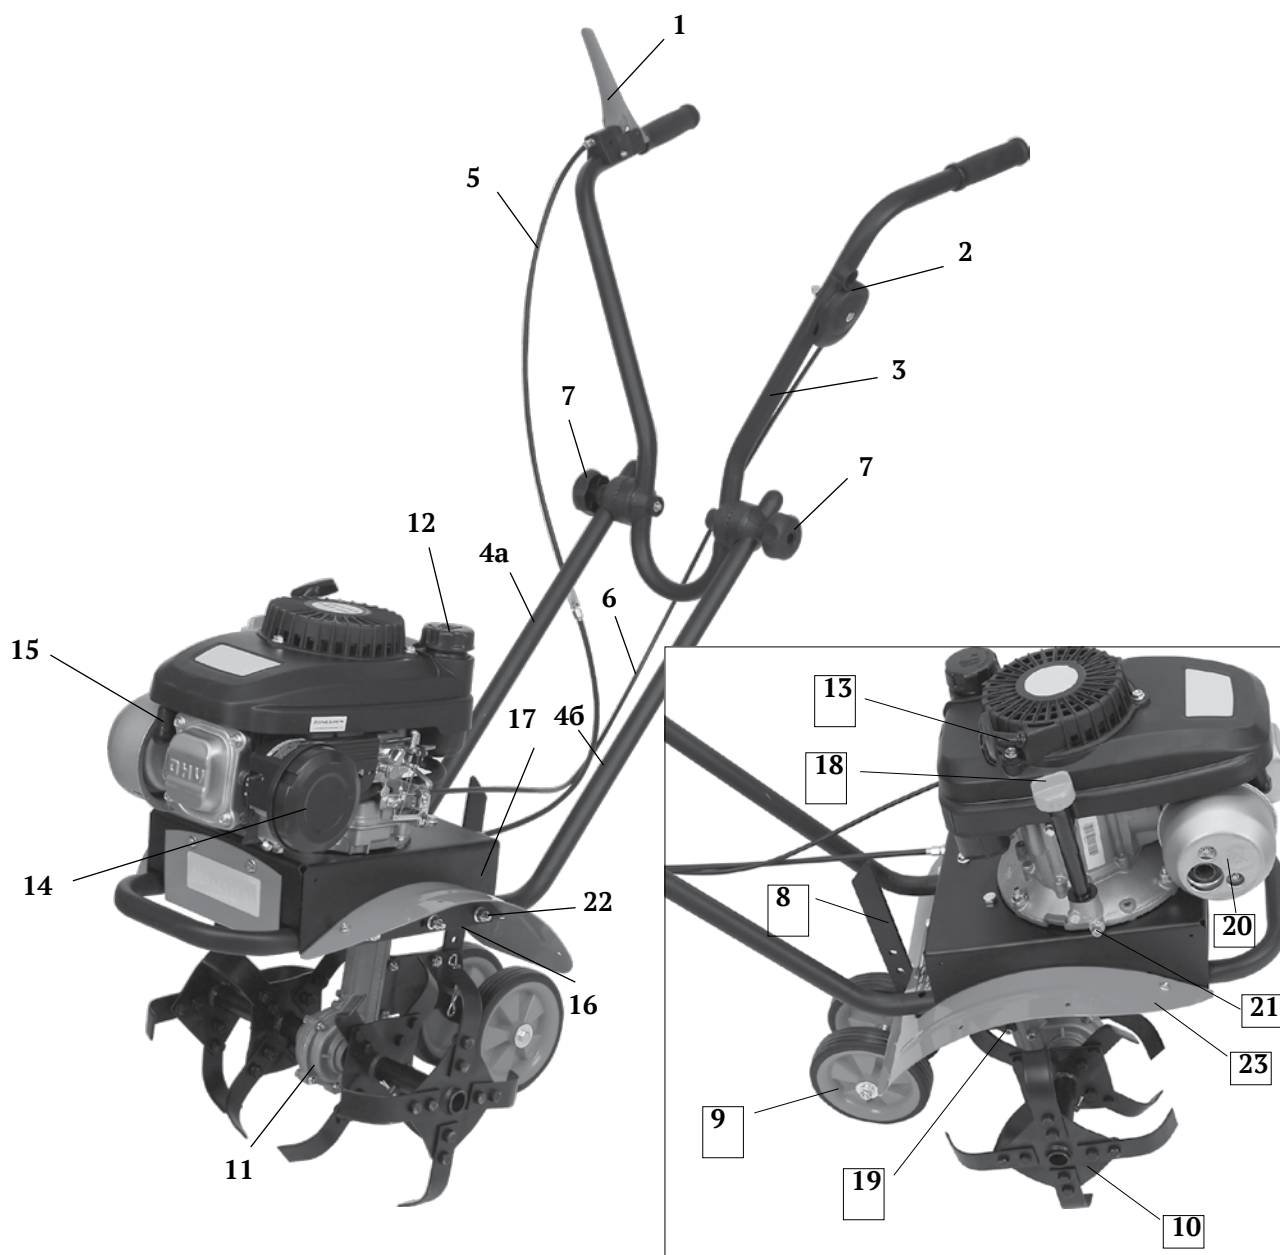

рис. 1
2.4 Общий вид культиватора представлен на рис.1
Двигатель культиватора закреплён на корпусе привода (рис.1 поз.17). Коленчатый вал расположен вертикально, что упрощает передачу крутящего момента, ремённой передачей, на червячный вал. Передача вращения с ведущего шкива (на коленчатом валу) на шкив ведомый (на червячном валу) осуществляется поликлиновым ремнём. При нажатии на рычага управления приводом фрез (рис.1 поз.1), ролик прижимного механизма натягивает ремень и ведомый шкив с червячным валом начинает вращаться. Червячная шестерня с валом редуктора передаёт вращение на фрезы культиватора (рис.1 поз.10).
- открутив гайку, вынуть ось крепления (рис.1 поз.22) из основания (рис.1 поз.17);
- вставить нижние рукоятки (рис.1 поз.4а и б) в основание до совмещения крепёжных отверстий рукояток и оси крепления;
- прикрепить верхнюю рукоятку к нижним двумя фиксаторами (рис.1 поз.7), не закручивая их до упора;
Для транспортировки культиватора сошник (в сборе с колёсами) крепится двумя болтами к кронштейну (рис.1 поз.16) колёсами вниз.
- вытянув на всю длину тросы управления карбюратором (рис.1 поз.6) и привода фрез (рис.1 поз.5), убедиться, что они не запутаны и не повреждены;
- раскрутить винтовое соединение блока управления карбюратором (рис.1 поз.2)
- раскрутить винтовое соединение рычага привода фрез (рис.1 поз.1);
Внимание! Установку и первоначальную регулировку тросов привода фрез (рис.1 поз.5) и управления карбюратором (рис.1 поз.6) рекомендуется провести в сервисном центре или доверить квалифицированному специалисту.
Выкрутите пробку-щуп (рис.1 поз.18) из маслозаливной горловины и залейте в картер масло необходимой марки до нижнего края горловины. Вставьте сухой чистый щуп в горловину картера и выньте его. Проверьте уровень масла: граница смоченной области щупа должна располагаться между отверстиями минимального и максимального уровней.
5.4 Заполнение маслом червячного редуктора (рис.1 поз.11)
- выкрутить шестигранным ключом пробку (рис.1 поз.19);
Открутите крышку топливного бака (рис.1 поз.12). Заливайте бензин (используя воронку из комплекта поставки) в топливный бак не более чем на 1 см ниже уровня основания заливной горловины. Перед запуском двигателя тщательно протрите крышку бензобака, удалив возможные при заправке брызги топлива.
Перед запуском убедитесь, что рычаг привода фрез (рис.1 поз.1) не нажат.
- установить рычаг блока управления карбюратором (рис.1 поз.2) в положение «START/MAX» (при этом дроссельный рычаг в положении «открыт», а воздушная заслонка в положении «закрыто»);
- медленно потяните за рукоятку стартера (рис.1 поз.13) до появления сопротивления, а затем резким движением вытяните трос на всю длину. Повторите действие ещё
После прогрева двигателя в течение 10-40 секунд (в зависимости от начальной температуры), перевести рычаг управления карбюратором (рис.1 поз.2) в положение «MIN». При этом воздушная заслонка автоматически полностью откроется.
- перевести рычаг регулировки карбюратором (рис.1 поз.2) в положение «STOP».